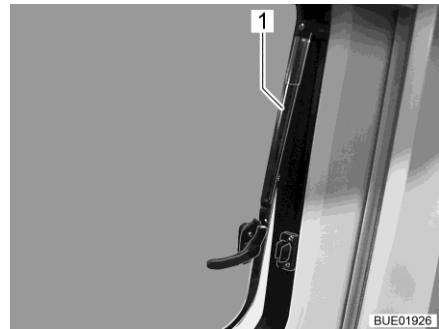

Fig. 22 Ventana abatible con soportes automáticos, abierta
- Abrir la ventana abatible hasta la posición deseada. Dejar que la ventana abatible engatille automáticamente con el soporte automático (Fig. 22,1).